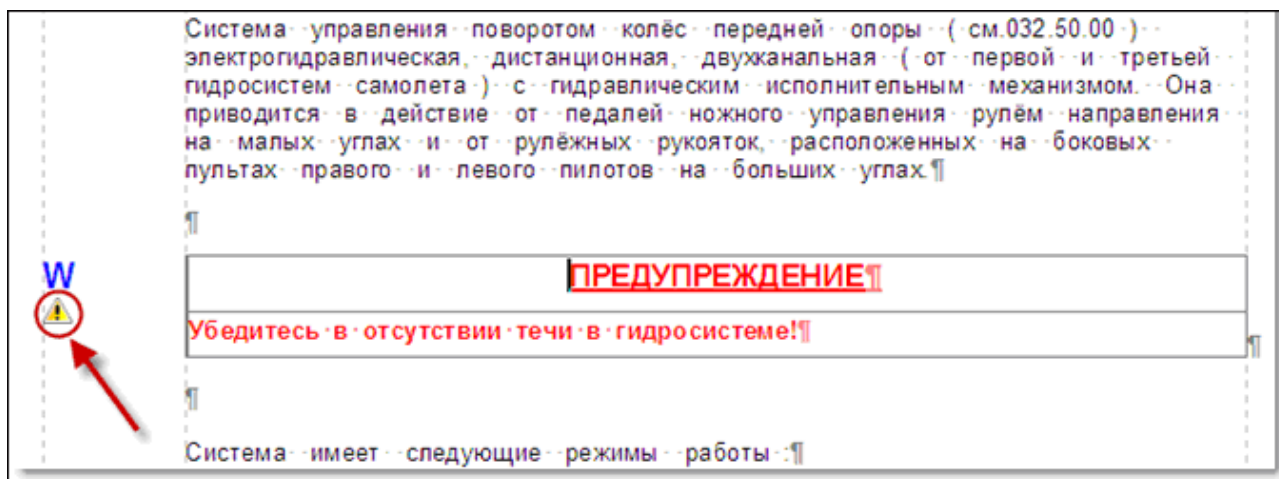

Рис. 5.102
10. Добавьте нужные иконки в правое окно и нажмите на кнопку . После этого произойдет возврат в редактор описательного МД. На левом поле под маркером предупреждения «W» появился значок иконки (Рис. 5.102).